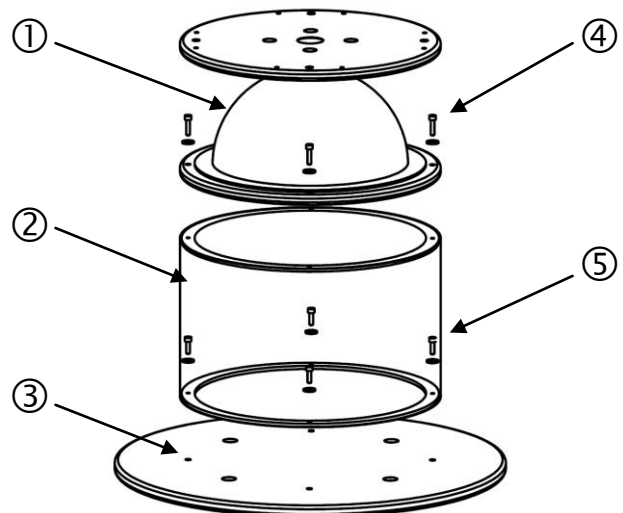

Abb. 2: Montage des
Verschrauben Sie beide Teile ② und ③ mittels Inbusschraube M 6x20 mit Unterlegscheibe ⑤ im Inneren des Standkörpers (Siehe Abb. 2).
Wie in Abbildung 2 zu sehen ist, wird anschließend das Varussell ① oben auf dem Standkörper ② und ③ mittels Inbusschraube M 6x25 mit Unterlegscheibe ④ verschraubt (Siehe Abb. 2).